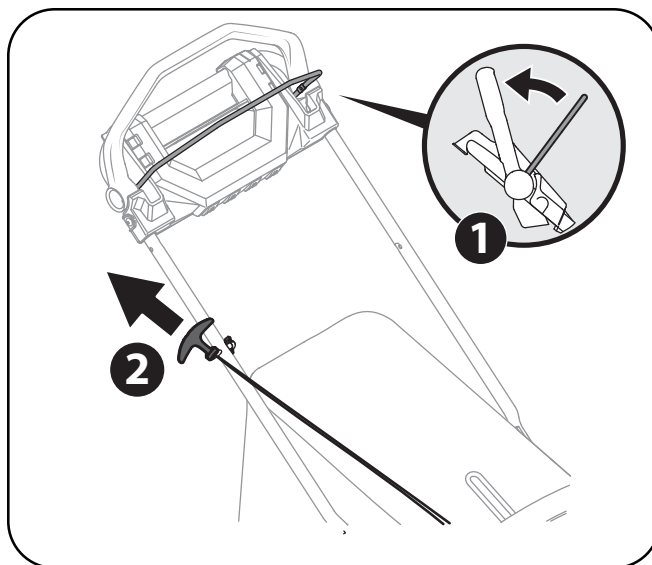

Figure 5-1
1. Placez-vous derrière la tondeuse et tirez sur la commande de la lame contre le contrôle d'entraînement. Voir Figure 5-1.